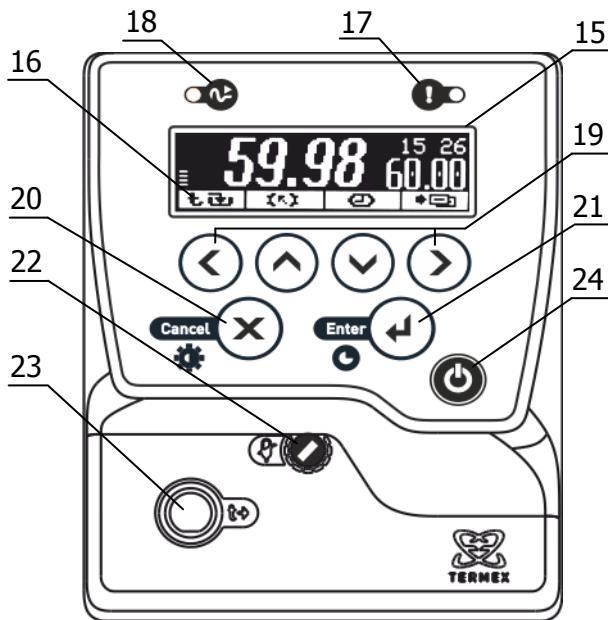

Рисунок 2 – Лицевая панель
Система безопасности блоков регулирования отключает двигатель насоса и нагреватель при срабатывании хотя бы одной из защит или неисправности датчика температуры (1.2.13). При срабатывании системы безопасности раздается звуковой сигнал, загорается индикатор 17 (рисунок 2) и на дисплей 15 выводится информация о причине неисправности.
2.3.1 После подключения сетевого кабеля к электрической сети блок регулирования переходит в режим ожидания. Подключение сопровождается кратковременной подсветкой дисплея 15 (рисунок 2).
2.3.6 Для регулировки яркости подсветки или контраста дисплея нажать кнопку 20 (X), выбрать изменяемый параметр кнопками (▲) и (▼) и установить его значение кнопками (◀) и (▶). Зафиксировать изменение нажатием кнопки 21 (↔) (рисунок 2).
2.5.6 Для выбора уставки в качестве текущей кнопками (\blacktriangle) и (\blacktriangledown) подвести к ней указатель. Значение отмеченной указателем уставки дублируется крупными цифрами в правой части дисплея. Для подтверждения выбора отмеченной уставки нажать кнопку 21 (\leftarrow). Для отмены выбора нажать кнопку 20 (\times) (рисунок 2).
2.5.7 Для изменения численного значения отмеченной указателем уставки нажать кнопку (\blacktriangleright). На рамке, обрамляющей значение уставки в правой части дисплея, появятся “засечки”, указывающие на изменяемую позицию в численном значении. Цифра в отмеченной позиции мигает. Нажатиями кнопок (\blacktriangle) и (\blacktriangledown) установить требуемую цифру в отмеченной позиции. Если удерживать кнопку нажатой, значение уставки будет изменяться непрерывно. Нажатиями кнопок (\blacktriangleleft) и (\blacktriangleright) переместить отметку изменяемой позиции. Дискретность изменения значения уставки зависит от положения изменяемой позиции: если отмечена позиция десятков, то при единичном нажатии кнопки (\blacktriangle) или (\blacktriangledown) значение уставки изменится на 10 °C. Если отмечена позиция десятых долей, то значение уставки изменится на 0.1 °C соответственно. Закончить ввод нового значения уставки нажатием кнопки 21 (\leftarrow). Для возврата к значению уставки до ее изменения нажать кнопку 20 (\times) (рисунок 2).
2.6.3 При срабатывании защиты раздается звуковой сигнал и загорается красный индикатор срабатывания системы безопасности 17 (рисунок 2). Работа насоса и нагревателя будет блокирована. На дисплее отобразится текущее состояние системы защиты.
2.6.5 После устранения причины срабатывания защиты или ее отключения кнопкой (►) индикатор 17 (рисунок 2) погаснет. Перевести блок регулирования в рабочий режим нажатием кнопки 21 (↔).